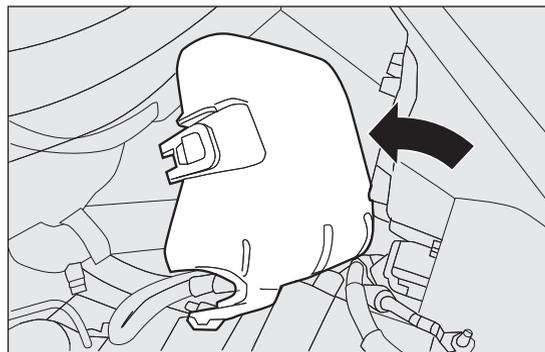

fig. 165
- risulta in tal modo accessibile la centralina fusibili fig. 165.